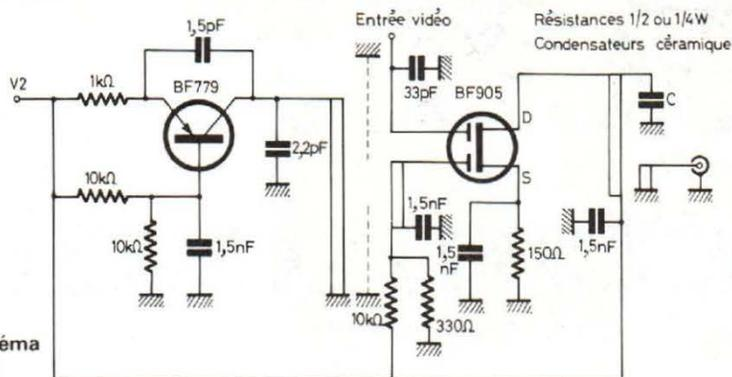
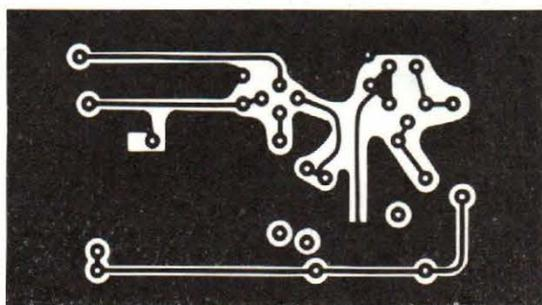

Fig. 12. - Schéma du modulateur.
Fig. 13. - Circuit imprimé du modulateur, échelle 1, verre époxy.
Le schéma est visible figure 12, tandis que le dessin du circuit (à respecter scrupuleusement) et le plan d'implantation sont donnés figures 13 et 14. La liste des composants est indiquée dans le tableau 2. Après avoir monté tous les composants il faut souder côté cuivre, à l'emplacement indiqué, un blindage réalisé avec un morceau d'époxy cuivré de 40 mm sur 25 échancre aux bons endroits pour ne pas provoquer de courts-circuits entre les pistes du CI.
Le condensateur C figure 12 sera réalisé en torsadant deux
- torsader plus ou moins le « condensateur » C (figure 12) pour obtenir, conjointement à la retouche de l'accord du récepteur, la meilleure image. Les blancs doivent être blancs et le fond bien noir ; il ne doit pas exister d'échos autour des raquettes et l'image ne doit pas trembloter.